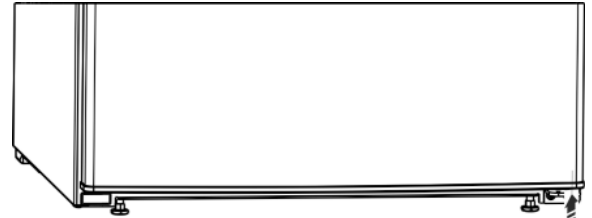

Fig. 6
- ▶ Снова вставьте в дверь распорную деталь Fig. 6 (13) справа внизу - это важно для обеспечения устойчивости устройства.